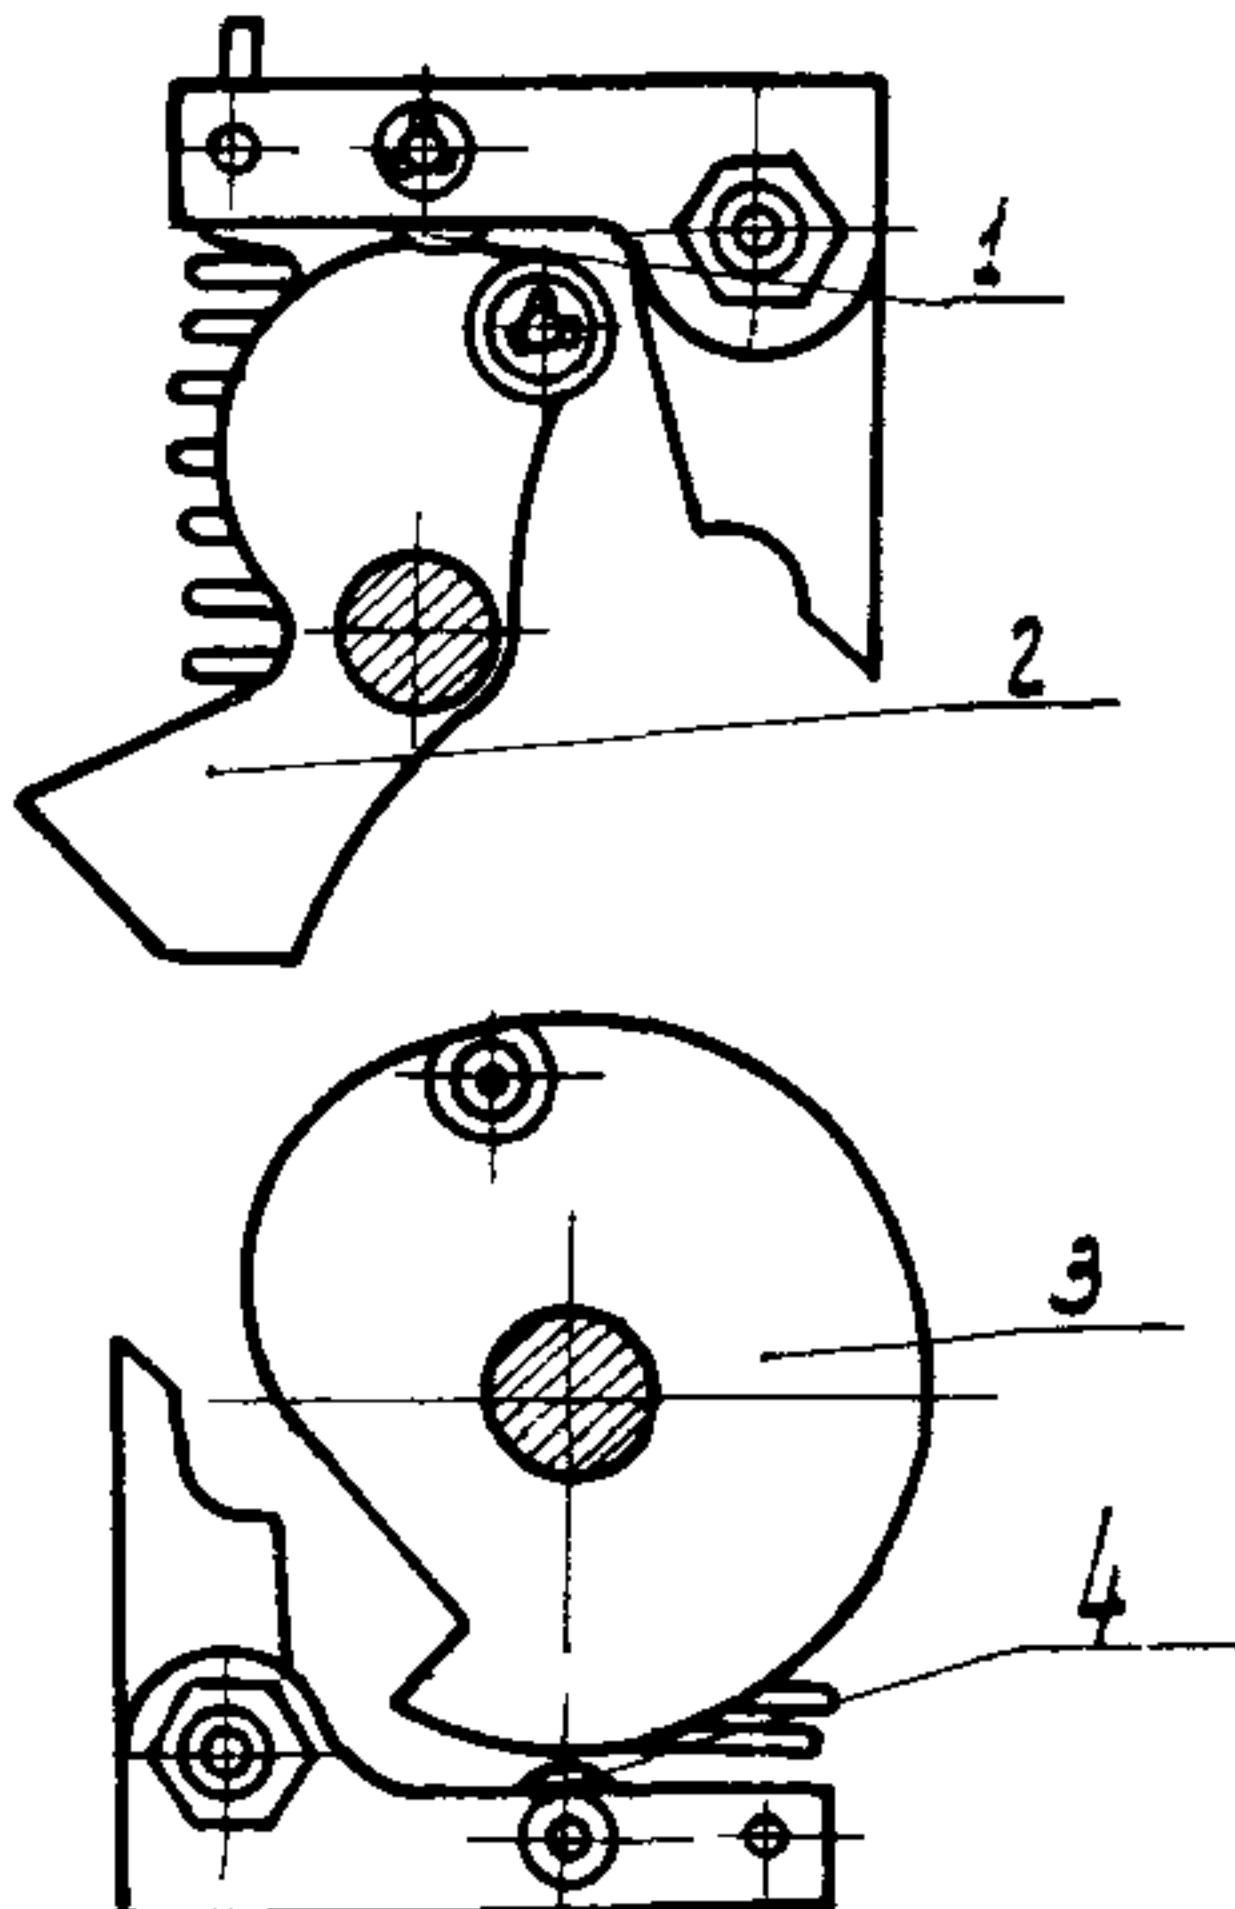

Рис.33. Установка роликов запорных устройств на наибольших радиусах профилей рычагов вала привода:
28.1. Отрегулировать тягами 29 и 26 зазор между рабочими кромками защелок 31 и 28 и собачек 32 и 30 (см.рис.13) при положении роликов запорных устройств на наибольших радиусах профилей рычагов вала привода и вала выключателя (рис.33).